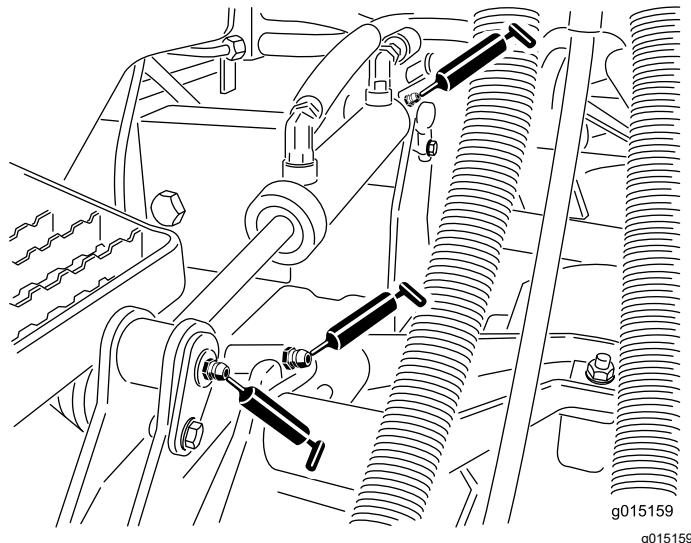

Figure 70
- Bagues de bras de levage (1 par unité de coupe); voir Figure 70.
- Bagues de vérin de levage (2 par unité de coupe); voir Figure 70.